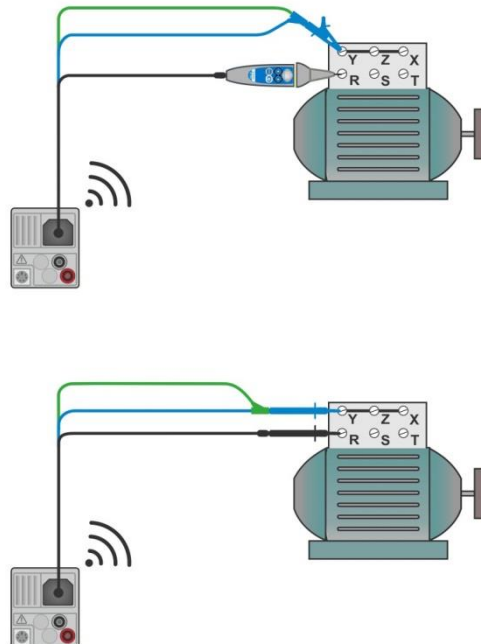

Abbildung 7.18: Commander-Prüfspitze und der Dreileiter-Prüfleitung Anwendungen
- › Schließen Sie die Prüfleitungen am Prüfling an, siehe **Abbildung 7.18**.